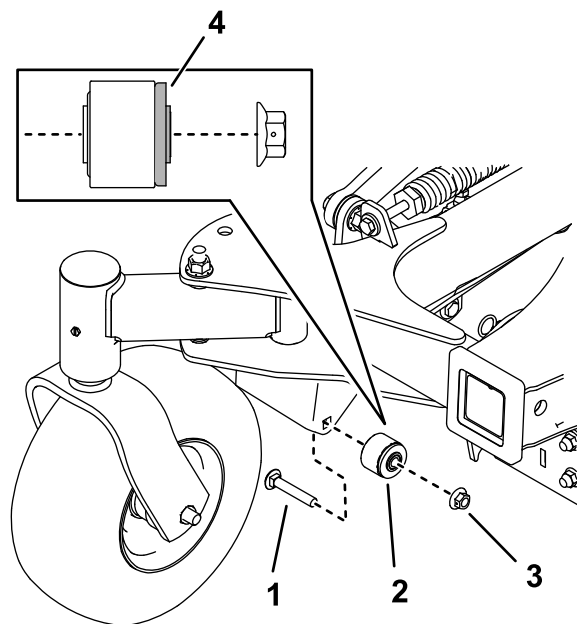

Figure 12
9. Avec un boulon de carrosserie (3/8 x 2 1/4 po) et un écrou (3/8 po), installez les bagues sur la machine (Figure 12). Serrez le boulon à un couple de 37 à 45 N·m (27 à 33 pi-lb).
Remarque: La bride en caoutchouc de la bague doit être tournée vers l'intérieur de la machine, comme montré à la Figure 12.